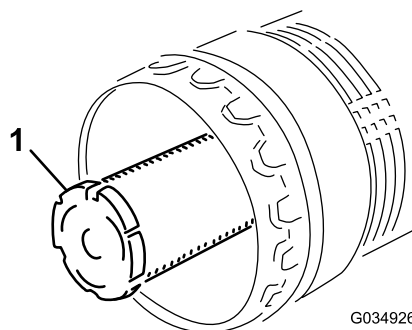

Figura 60
**Nota:** Sostituite il filtro secondario ogni 3 interventi di manutenzione sul filtro primario (Figura 60).